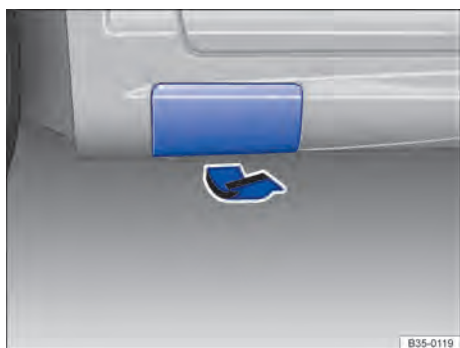

Fig. 239 Atrás no lado esquerdo do veículo: reba-ter a cobertura.
O macaco pode ser colocado somente nos pontos de recepção do macaco mostrados e somente com a cobertura aberta ⇒ Fig. 239. É válido o ponto de apoio localizado próximo à roda correspondente ⇒ ⚠.
6. Procurar sob o veículo o ponto de recepção do macaco ⇒ Fig. 239 mais próximo da roda a ser trocada.